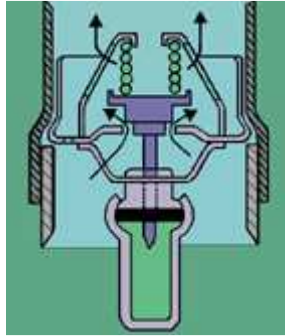

Fig. 14
**Termostato de cera (fig. 14)**